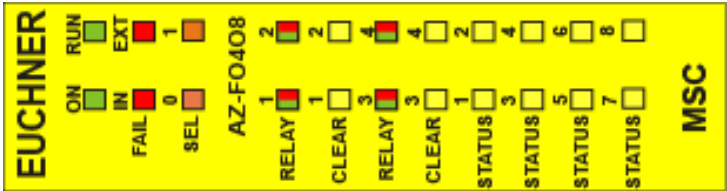

Fig. 40:
8.4.10. Módulo AZ-F0408 (Fig. 40)